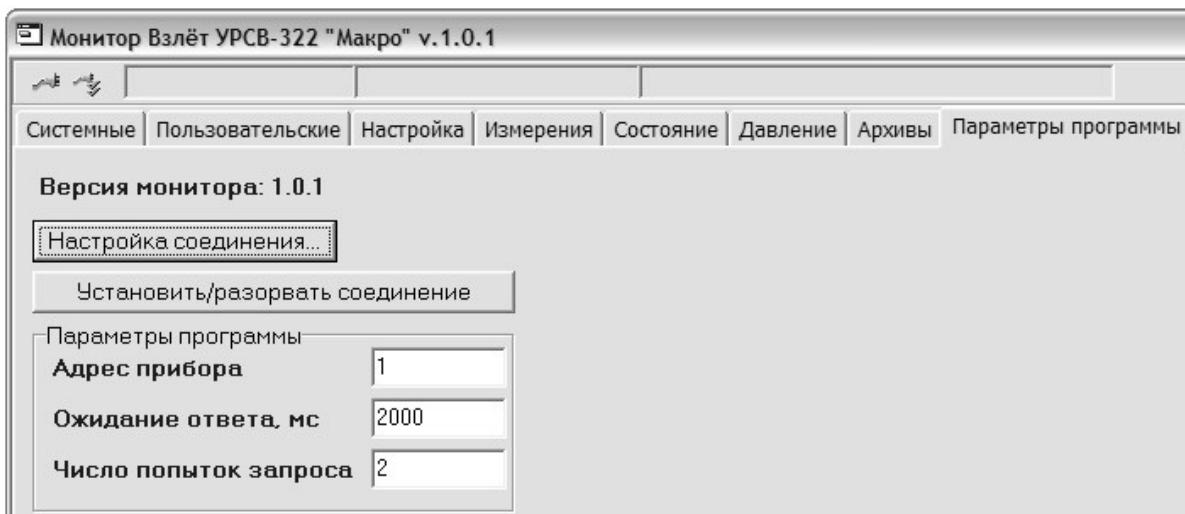
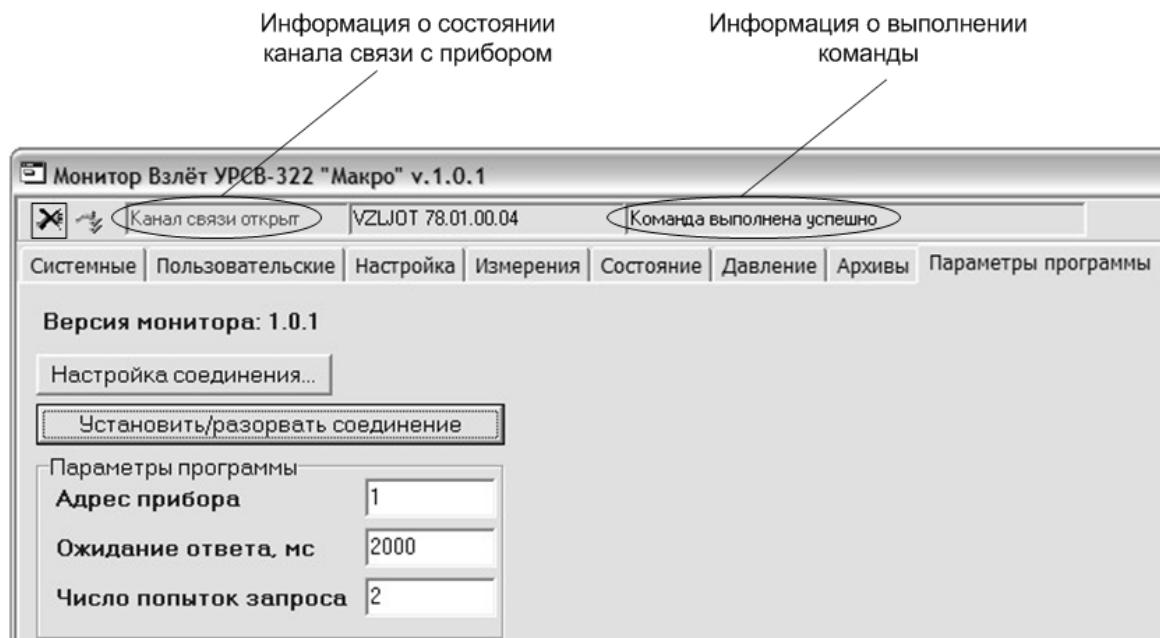

Рис.4. Окно вкладки «Параметры программы».
Рис.6. Окно вкладки «Параметры программы» после установления связи с расходомером.
3.1.2. Подключить сервисный кабель к разъему СЕРВИС на блоке ВП. Соединить USB-порт компьютера и разъем RS-485 сервисного кабеля через адаптер сигналов USB-RS232/485. На компьютере запустить файл УРСВ-322.vpr. На экране монитора появится окно с вкладкой «Параметры программы» (рис.4):
- 3.1.3. Установить связь с расходомером, нажав кнопку **Установить / разорвать соединение** (рис.4). При удачном завершении операции вид окна изменится (рис.6).
3.1.13. При наличии нескольких расходомеров, объединенных в сеть по интерфейсу RS-485, перейти в окно вкладки **Параметры программы** (рис.4) и выполнить настройку адресов и временных задержек для корректной связи с другими расходомерами в сети.